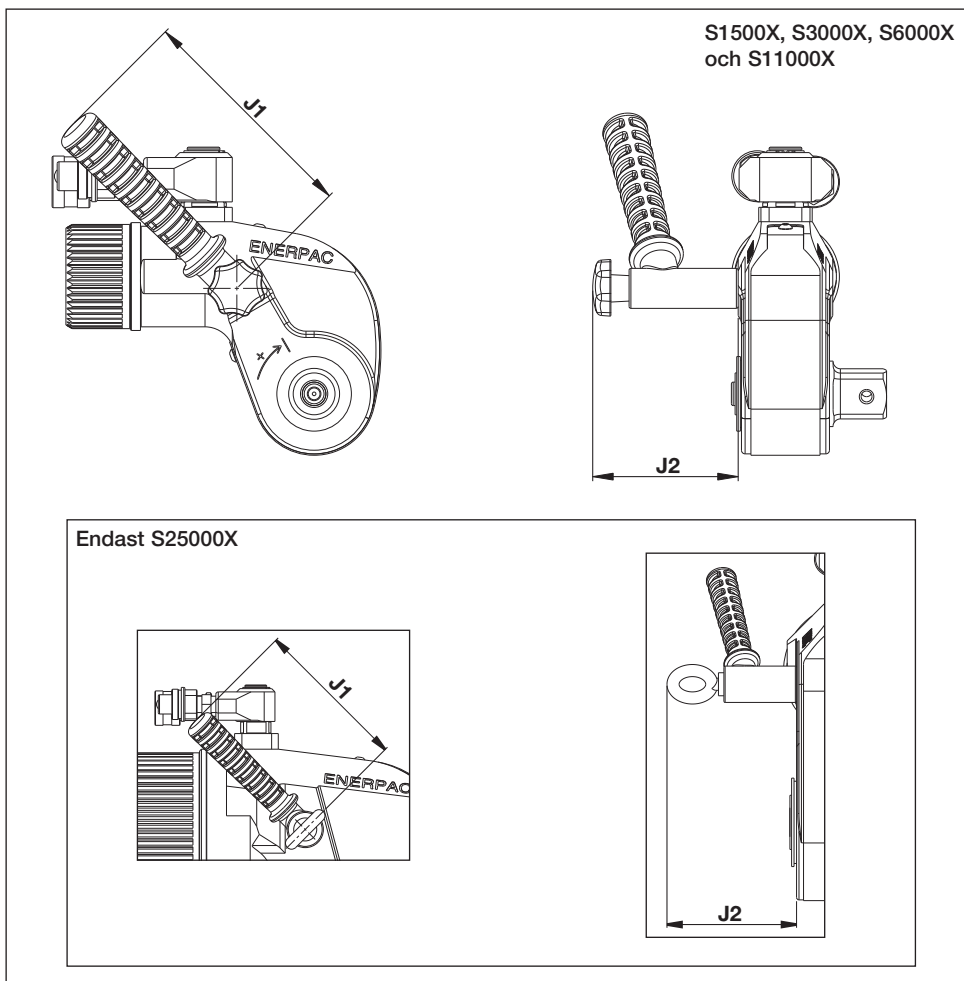

Fig. 35
6.10 Mått och specifikationer, SWH-seriens vinklade positioneringshandtag (Fig. 35)